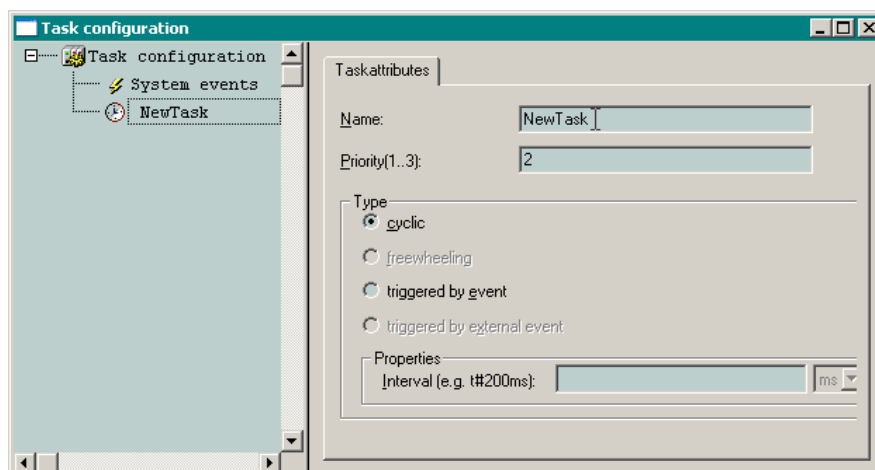

Рис. 9. Окно ресурса Tasks Configuration после добавления задачи
2. Щелкните правой кнопкой мыши над корневым элементом *Task configuration* древовидного списка задач и выберите команду **Append Task** в появившемся контекстном меню. В древовидном списке *Task configuration* появится элемент *NewTask*, а вкладка **Task Attributes** будет иметь вид, представленный на рис. 9.